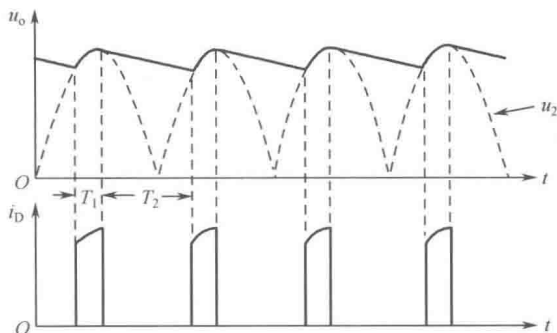

图 1-15 电容充、放电过程说明
(3) 电容充、放电过程说明如图 1-15 所示。在 T_1 期间, 整流电路电压 u_2 大于 u_c , 二极管导通, C 被充电, 因此二极管中的电流 i_D 是脉冲波, 流过二极管瞬时电流 i_D 很大。在 T_2 期间, 整流电路电压 u_2 小于 u_c , 二极管截止, 电容向负载放电。